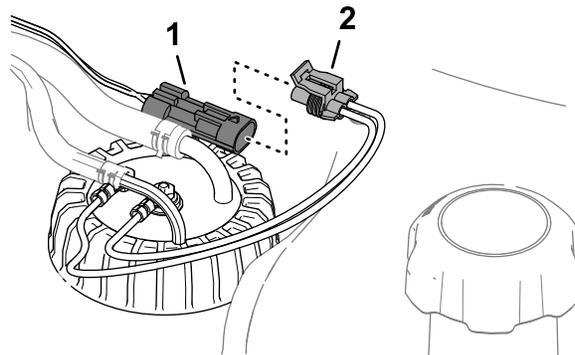

Рисунок 87
3. Отсоедините 2-гнездовой разъем жгута проводов датчика уровня топлива от 2-штыревого разъема жгута проводов машины (Рисунок 87).